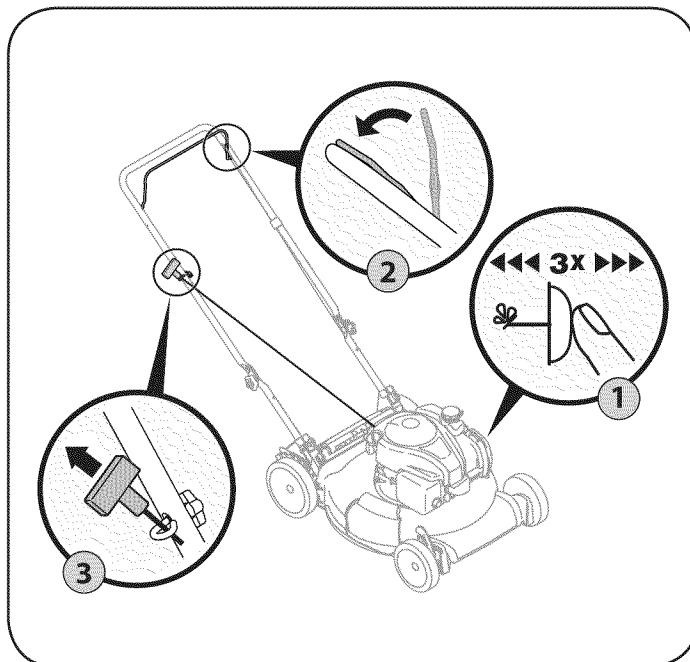

Figura 10
1. Empuje el cebador tres veces. Vea la Figura 10. No cebe el motor caliente para reiniciarlo luego de una detención breve.
3. Sostenga firmemente las dos manijas juntas, tome la manija del arrancador de retroceso y tire de la cuerda para sacarla con un movimiento rápido y continuo. Vea la Figura 10. Mantenga firme la manija del arrancador, deje que la cuerda regrese lentamente al arrancador. Repita hasta que el motor esté en marcha. Deje que la cuerda se enrosque lentamente de regreso.